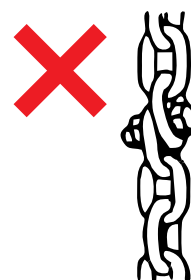

figura 6
- **NO** usar tornillos u otras aplicaciones cuando se corte la cadena de carga (figura 6).